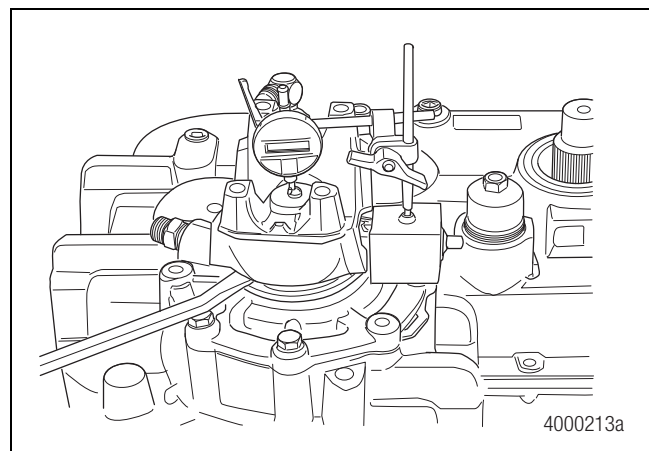

Figure 6.26
1. À l'aide d'un comparateur à cadran, contrôler le jeu axial de l'arbre d'entrée. Pour une précision accrue, centrer le comparateur à cadran sur l'arbre au moyen d'une bille. Figure 6.26.